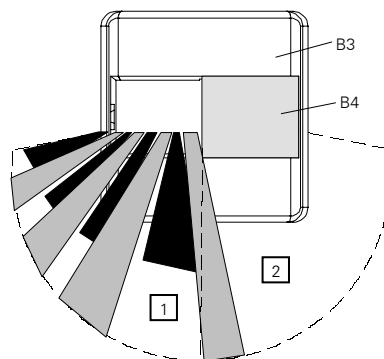

Bild 2: Ausblenden des Erfassungsbereichs
- Vergessen Sie nicht, das Potentiometer für Reichweiteinstellung (A2) von Bild 2 einzustellen.